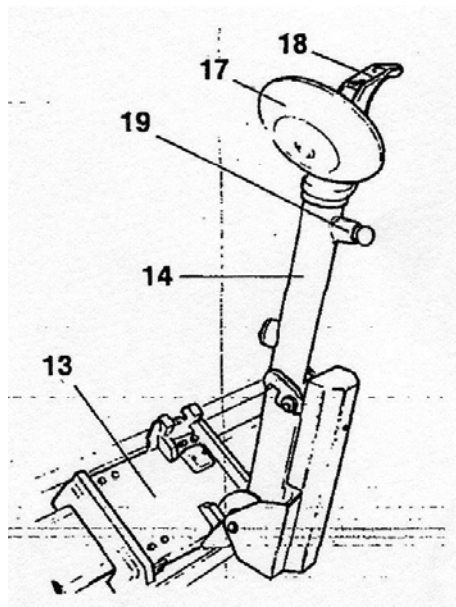

Рисунок 5. Монтажный инструмент
4.2.8 Монтажный инструмент (Рисунок 5) является инструментом бортирования и разбортирования колес. Он представляет собой сварную конструкцию, состоящую из несущей консоли 14 (для установки в кронштейн каретки 13), диска 17 и съемника-крюка 18. На консоли имеется рукоятка 19 смены инструмента (например, для установки дополнительного бескамерного ролика).